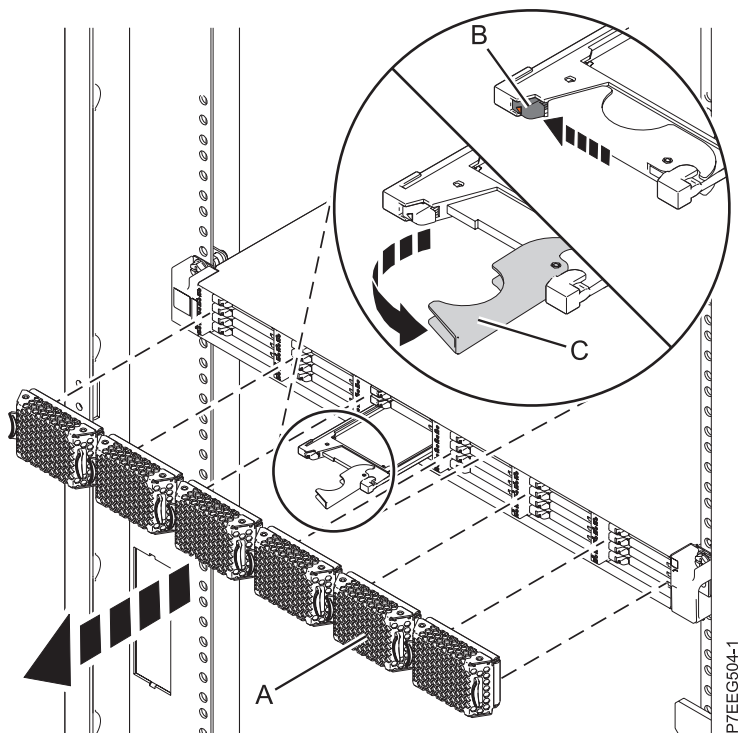

Figura 17. Extracció de la unitat d'estat sòlid des de Allotjament d'emmagatzematge EDR1 PCIe
1. Aixequeu la tapa bisellada (A) que cobreix la ranura que conté la unitat d'estat sòlid. Consulteu Figura 17 a la pàgina 26.
2. Desplaceu el pestell d'alliberació (B) amb compte per tal de desbloquejar la nansa de la unitat.
3. Agafeu la nansa (C) i feu sortir parcialment la unitat de la ranura.